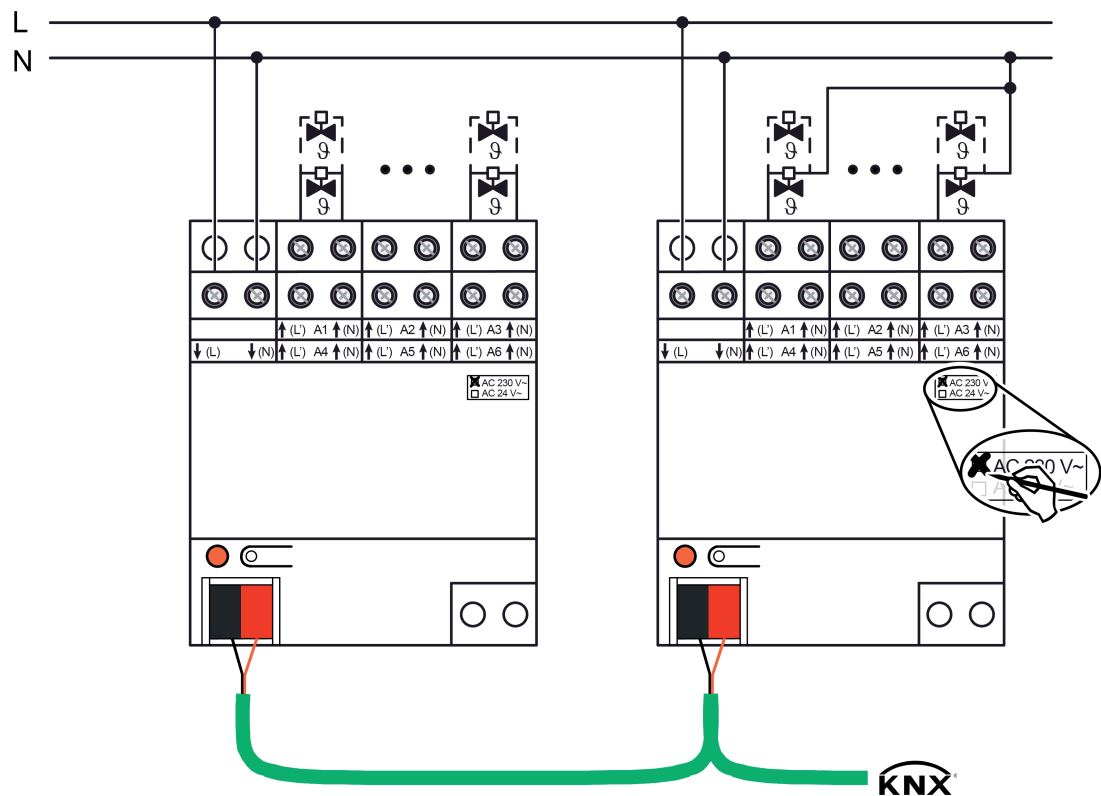

Bild 2: Anschluss für Stellantriebe AC 230 V (Anschlussbeispiele)
- Stellantriebe AC 230 V gemäß Anschlussplan (Bild 2) anschließen. Die Neutralleiter der Stellantriebe können entweder jeweils direkt mit den N-Klemmen der Ausgänge des Heizungsaktors (Anschlussbeispiel links) oder alternativ gemeinsam mit einem geeigneten N-Potenzial (z. B. N-Leiterklemme im Verteiler) verbunden werden (Anschlussbeispiel rechts). Es ist nicht unbedingt erforderlich, die Neutralleiter der Stellantriebe unmittelbar an den Aktor anzuschließen.
- Versorgung (Netzspannung AC 230 V) für Stellantriebe an Klemmen ↓(L) und ↓(N) (1) anschließen.